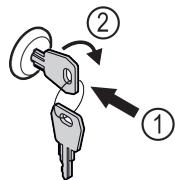

Fig. 160
- Вдавити ключ Fig. 160 (1).
- Повернути ключ на 90° за годинниковою стрілкою Fig. 160 (2).